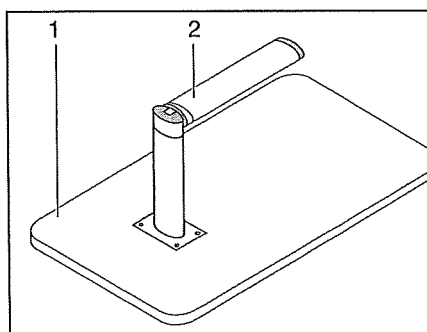

Bild 51 Sängbotten
- Lyft upp bordsskivan (Bild 51,1) ca 45° fram till.
- Drag ned den nedre delen av det ledade stödbenet (Bild 51,2) och fäll ned det 90°.